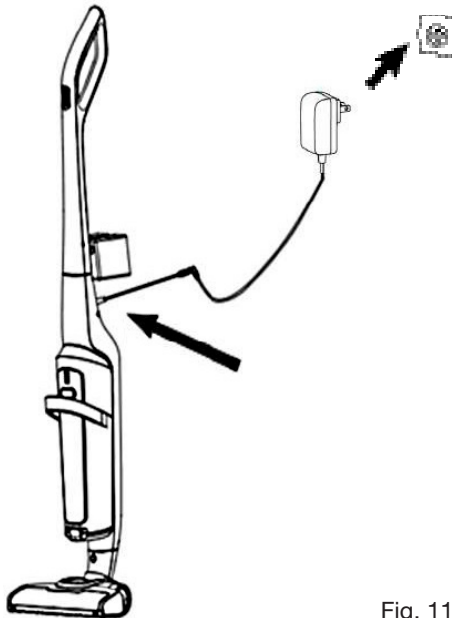

Fig. 11
2. Sluit het andere uiteinde van de netstroomadapter vervolgens aan op een muurstecker (Fig. 11).